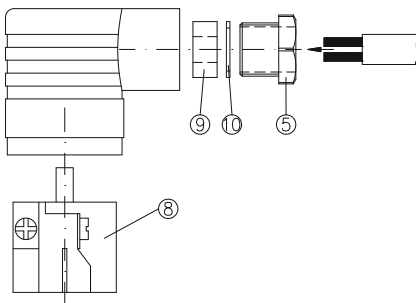

Fig. 10
- ✚ Introduire le câble de branchement par le passe-câble à vis ⑤, la bague de serrage ⑩ et la pièce en caoutchouc ⑨ dans la boîte de raccordement ② (⇒ Fig. 10).